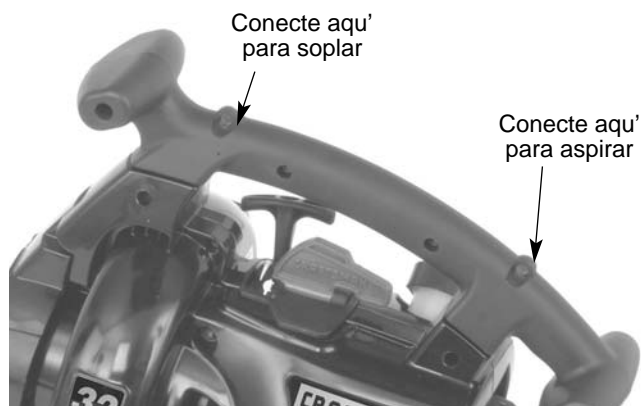

Fig. 7
3. Encaje la abrazadera en los herrajes de soporte en la parte anterior o posterior de la manija. Abr—chela a la parte anterior de la manija al usar la unidad como un soplador, y abr—chela a la parte posterior de la manija al usar la unidad como una aspiradora (Fig. 7).